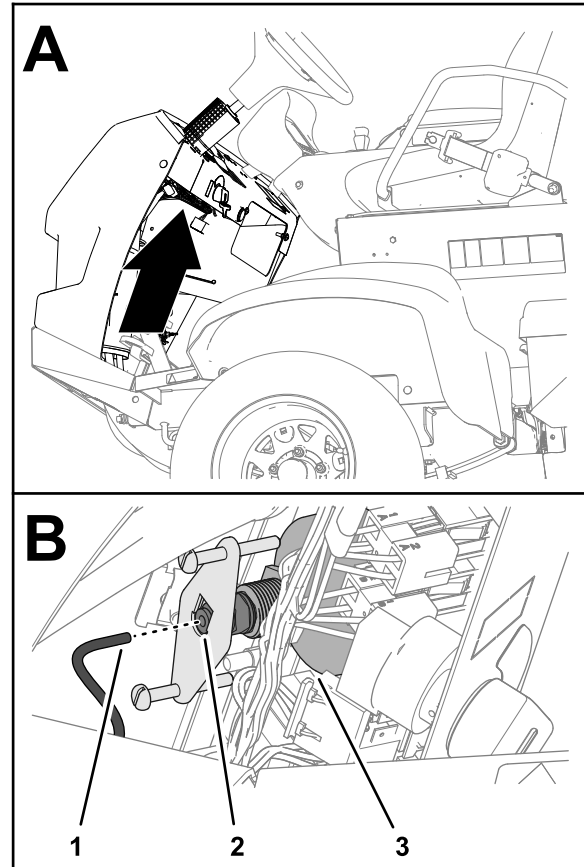

图 137
- 从压力表背面取下管子并将管子的一端放入一个容器内图 137。